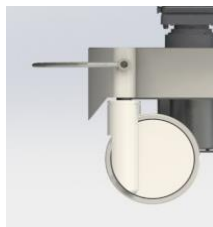

Figura 19
- 1) Asegúrese de que el pedal de freno de la camilla de ducha esté en la posición central (ver figura 19)